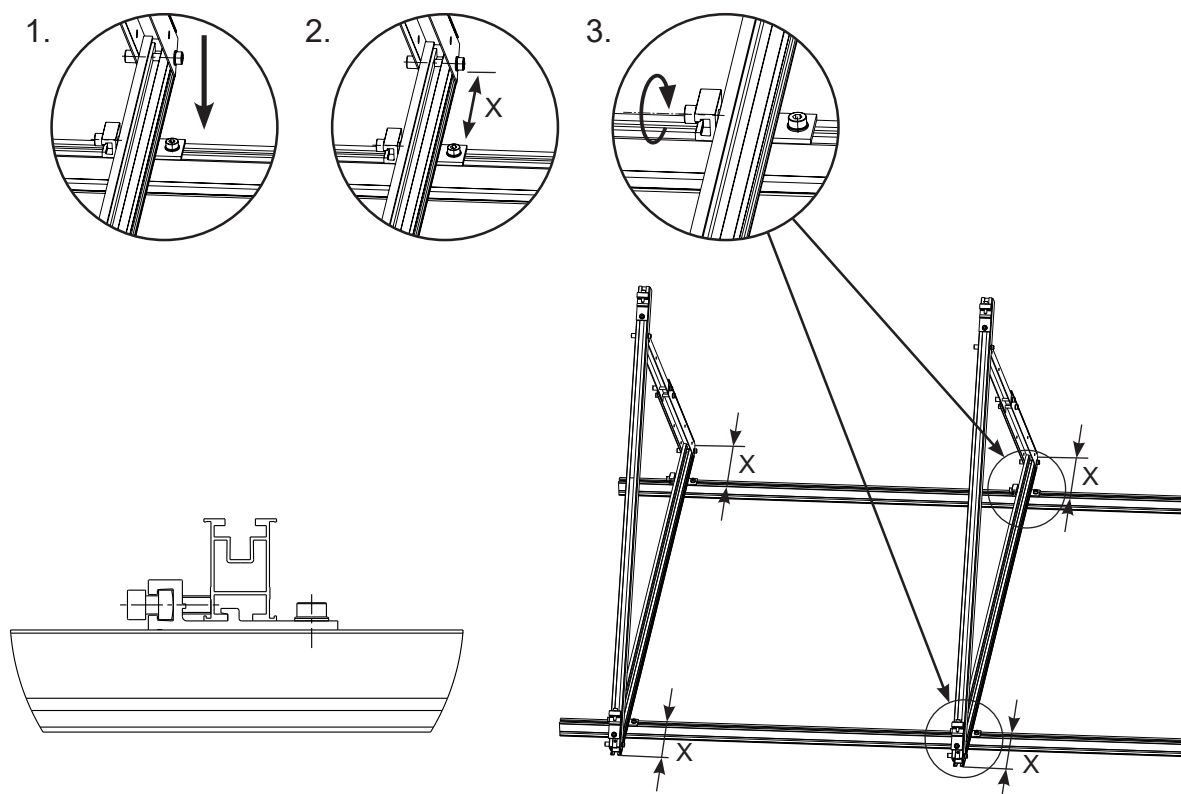

Fig. 15
- Așezați triunghiul de elevație pe bara de legătură transversală și aliniați. Proiecția superioară și inferioară este egală (poz. X, Fig. 15).